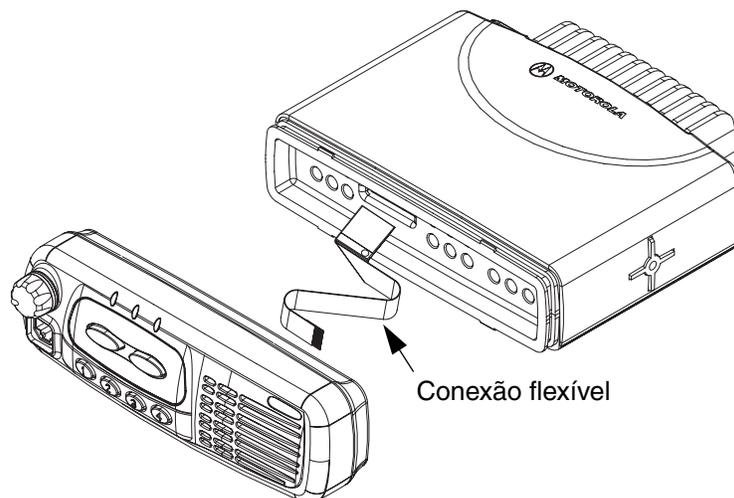

Figura 2-2 Remoção da conexão flexível
3. Separe o cabeçote de controle do corpo do rádio, como mostra a Figura 2-2.